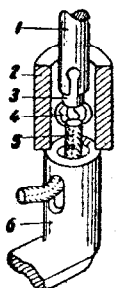

Abb. 1:
In der Abbildung 1 ist eine Lasche (6) dargestellt, deren eines Ende zu einer Röhre geformt ist und die eine Öffnung zum Einführen des Drahtes (5) besitzt. Nach dem Einführen des Drahtes wird die Röhre der Lasche mit einer Biegezange zusammengepresst und der Draht auf diese Weise mechanisch befestigt.
Zur Bildung des Schweißbogens verwendet man ein besonderes Endstück. Eine Leitung vom Transformator wird an die Buchse (2) des Endstückes (siehe Abb. 1), die mit der zu verschweißen-
Das Endstück (2) des Schweißgerätes (siehe Abb. 1) muß beim Schweißen zwischen den Backen der Flachzange liegen. Dies gestattet die Verwendung eines einzigen Endstückes an Stelle eines ganzen Satzes, da die Laschen verschiedene Durchmesser haben und mehr oder weniger Drähte umfassen können. Außerdem leitet die Flach-